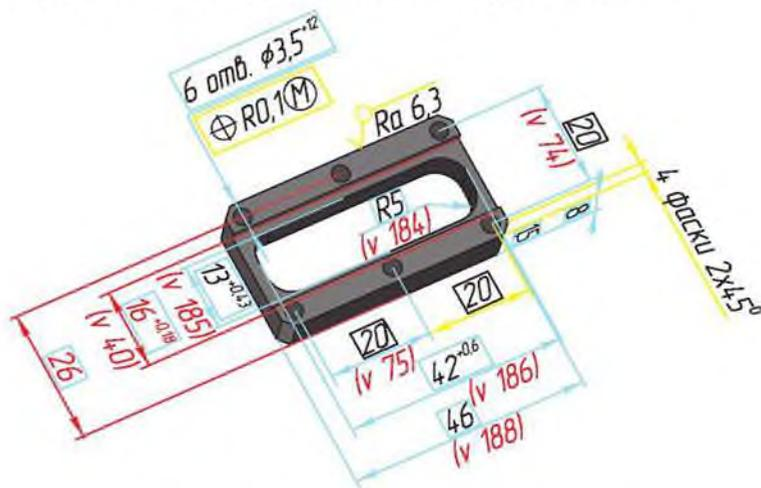

Рисунок 16.2 Электронная модель детали
- Электронная модель – взаимоувязанный набор данных на ПК, формируемый и используемый при проектировании изделия и определяющий его свойства, необходимые для изготовления, контроля, приемки, сборки, эксплуатации, ремонта и утилизации этого изделия (рисунок 16.2). Выделяют электронные модели деталей и электронные модели сборочных единиц.